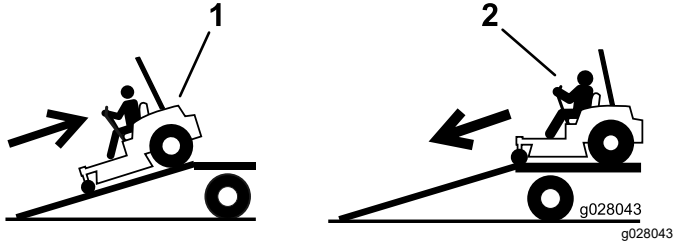

Figura 40
4. Montez la rampe en marche arrière (Figura 40).
2. Descendez la rampe en marche avant (Figura 40).